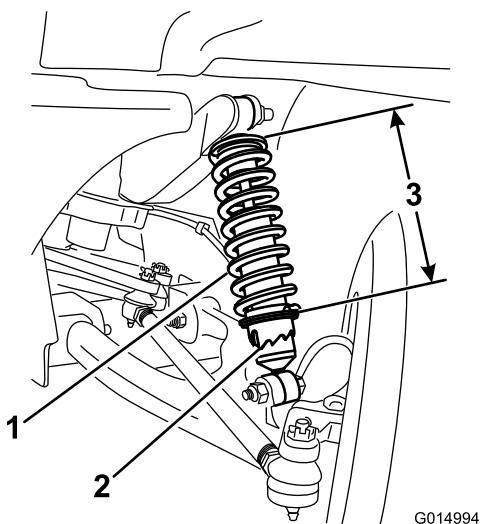

Figura 31
A. Utilizando a ferramenta Toro6010, rode o anel no amortecedor para alterar o comprimento da mola (Figura 31).